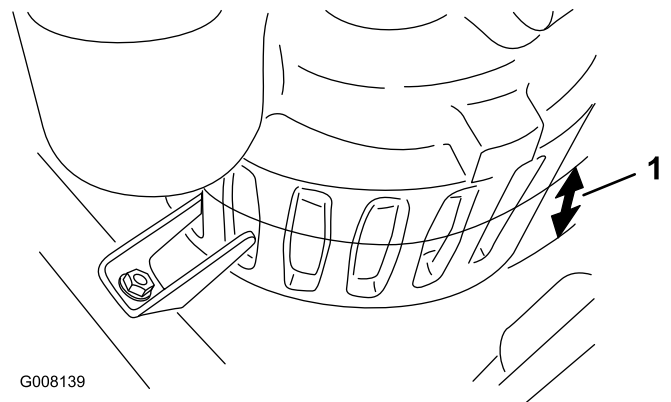

Figura 8
1. Mida la profundidad del agua en la parte más honda del búnker. Si la profundidad del agua es de menos de 6,35 cm (si llega hasta la mitad de las ranuras de la bomba), excave un hoyo de 30 cm x 30 cm por 5–7,5 cm de profundidad para introducir la bomba (Figura 8).